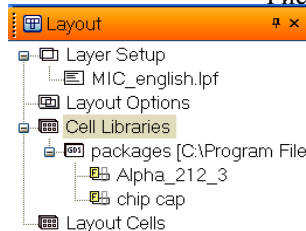

Рис. 5.4
3. Если откроется окно предупреждений, нажмите **OK**. Импортированная библиотека будет отображена в окне менеджера топологии, как показано на рис. 5.4.